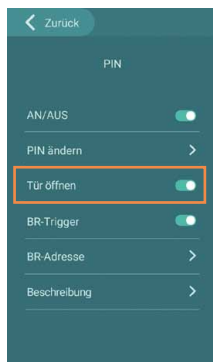

Abb. 9
- ▶ Betätigen des Türöffners über das Türöffner-Relais der Türstation (Abb. 9).